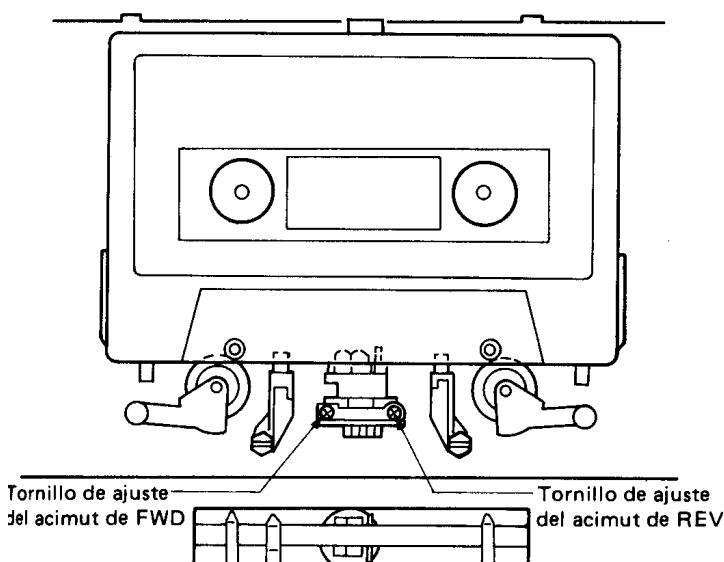

Fig. 13-4 Ajuste azimutal de la cabeza de grabación
| NORM   | PLAY     | Reproducir la parte de 10kHz -20dB de la cinta de prueba STD-331B.                              | Tornillo de ajuste del acimut de la cabeza. (Fig. 13-4)   | TP1 (L)TP2 (R) | Nivel máximo de señal de reproducción.   | Aplicar el "enclavamiento del tornillo" después de finalizar el ajuste.    |  |  |
| NORM   | PLAY     | Reproducir la parte de 10kHz -20dB de la cinta de prueba STD-331B.                              | Tornillo de ajuste del acimut de la cabeza. (Fig. 13-4)   | TP1 (L)TP2 (R) | Nivel máximo de la señal de reproducción.  | Aplicar el "enclavamiento del tornillo" después de terminar el ajuste.     |  |  |